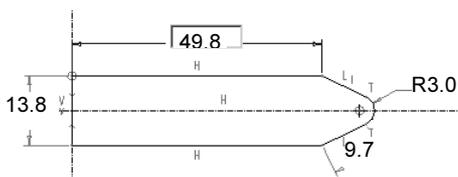

图 2.13.14 修改尺寸
(1) 在图 2.13.14 所示的图形中, 双击要修改的尺寸, 然后在出现的文本框中输入正确的尺寸值, 并按回车键。